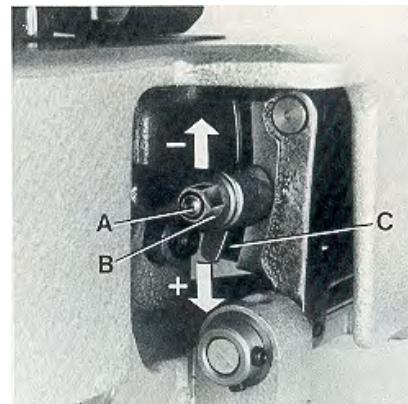

Fig. 27
The length of the stitch can be adjusted by raising or lowering stud (A, Fig. 27) in the segment slot of feed rocker (C) located at the rear of machine below the cloth plate. Lowering stud (A) will lengthen the stitch, raising the stud will shorten the stitch. After loosening nut (B), stud (A) can be moved accordingly. When the desired stitch length is obtained, retighten nut (B). **NOTE:** Any change in stitch length necessitates a
Die Stichlänge kann durch Höher- oder Tieferstellen des Bolzens (A, Fig. 27) in der Nut des Transportantriebsrahmens (C) hinten an der Maschine unter der Stoffplatte verändert werden. Tieferstellen des Bolzens (A) verlängert den Stich, Höherstellen verkürzt ihn. Nach Lösen der Mutter (B) läßt sich der Bolzen (A) entsprechend verschieben. Wenn die gewünschte Stichlänge eingestellt ist, ziehen Sie die Mutter (B) wieder an.